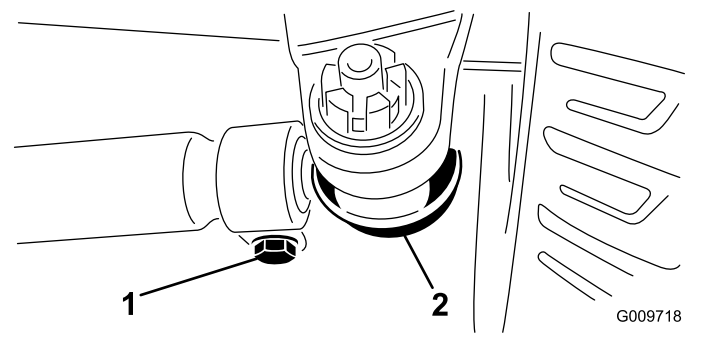

図 69
3. 調整が必要な場合は、タイロッドのボールジョイントのコッターピンとナットを外す 図 69。アクスルケースサポートからタイロッドのボールジョイントを外す。